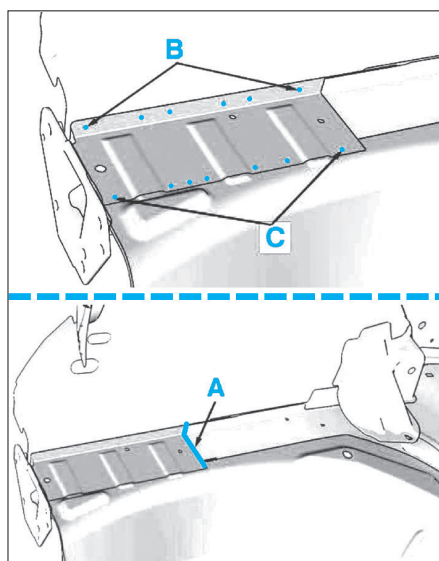

FIG. 66
- Soudrer les semelles de longeron AR en A, B et C (Fig.66).